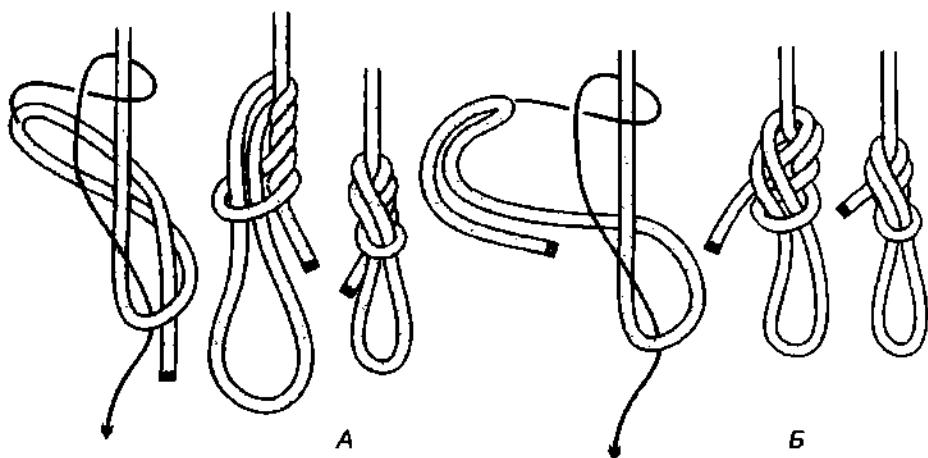

Рис. 254. *Девятка односторонняя*. А – ходовой конец остаётся внутри калышки; Б – ходовой конец снаружи.
**Односторонняя девятка** громоздкая, но довольно крепкая петля и не трудно развязывается после использования, хотя очень туго затягивается (рис. 254). Во время вязки необходимо обращать внимание на расположение ходового конца – он должен оставаться в калышке (рис. 254 А). Узел варианта А намного крепче и безопаснее узла варианта Б.